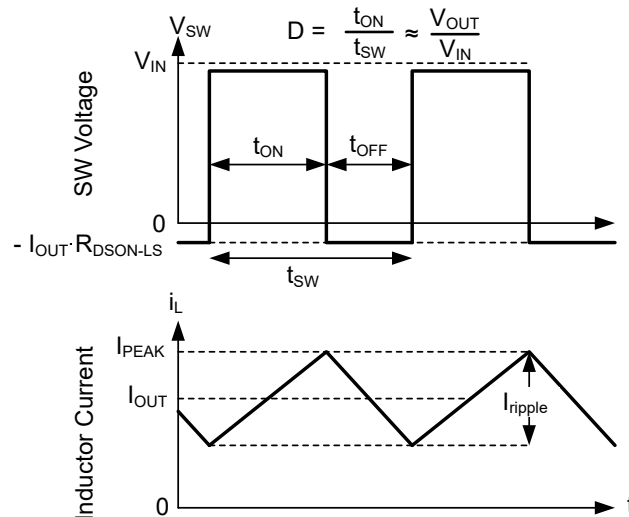

图 7-13. 连续导通模式 (CCM) 下的 SW 电压和电感器电流波形
有关器件的以下运行说明，请参阅节 7.2 和图 7-13 中的波形。在 CCM 中，该器件以变化的占空比 (D) 打开内部高侧 (HS) 和低侧 (LS) 开关，从而提供稳定的输出电压。在 HS 开关导通期间，SW 引脚电压 V_{SW} 摆动至大约 V_{IN} ，电感器电流 i_L 以线性斜率增加。HS 开关由控制逻辑关闭。在 HS 开关关闭时间 t_{OFF} ，LS 开关打开。电感器电流通过 LS 开关放电，这会强制 V_{SW} 通过 LS 开关两端的压降摆动到地电位以下。转换器环路调节占空比以保持恒定的输出电压。D 由 HS 开关在开关周期内的导通时间定义：